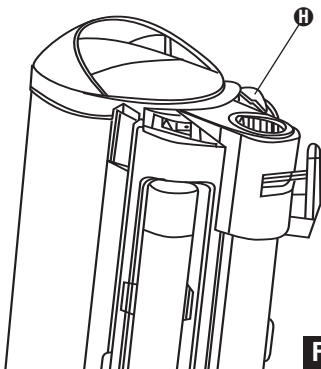

FIG. 10
Step 1: Push dust cup release button **H** (FIG. 10).
Paso 1: Oprima el botón para liberar **H** el recipiente para polvo (FIG. 10).